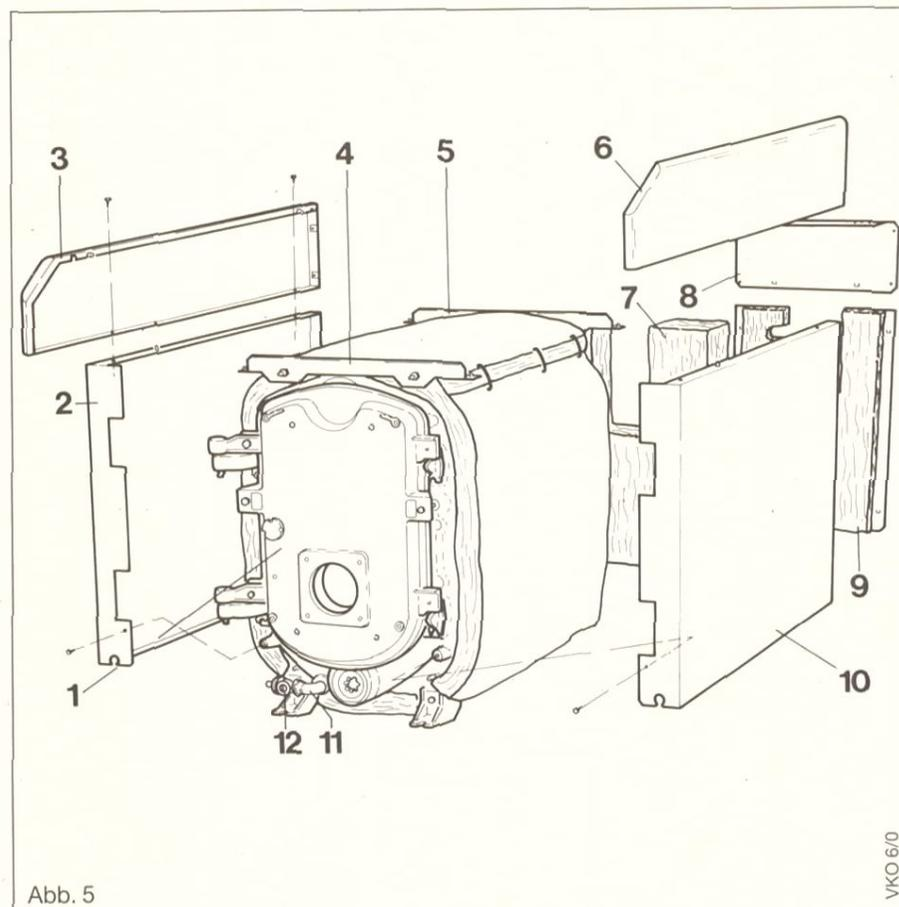

Abb. 5
(13) Tauchhülse für Fühler von Kesseltemperaturregler, Sicherheitstemperaturbegrenzer und Kesselthermometer.
Den Kessel-Füll- u. Entleerungshahn (12) mit Winkel (11) wie in Abb. 5 gezeigt montieren.
- Füll-/Entleerungshahn (gehört zum Lieferumfang). Er ist in die Rp- $1/2$ -Bohrung zu schrauben und einzudichten. Siehe Pos. 12, Abb. 5.
Den Schaltkasten (2) mit den seitlichen Haltebolzen oder an den entsprechenden Aussparungen der Seitenverkleidungsobertheile einrasten und auf der Halteschiene (4 – Abb. 5) mit Schrauben befestigen.